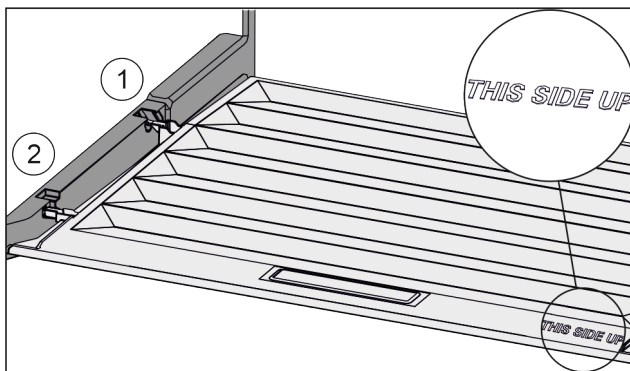

Fig. 76
- ▶ Deckelstege über Öffnung der hinteren Halterung Fig. 76 (1) einführen und vorne in Halterung Fig. 76 (2) einrasten.